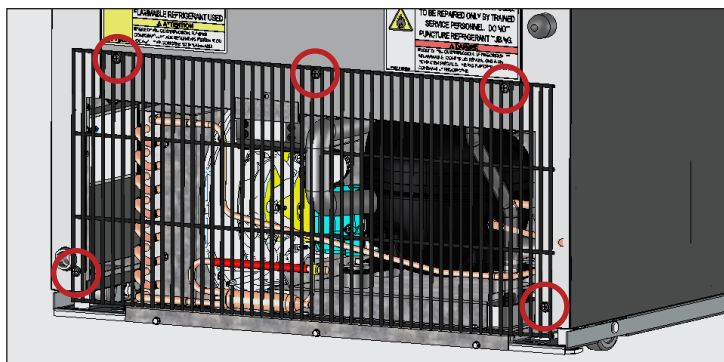

Abb. 1. Positionen der Schrauben des hinteren Gitters bei CVM-11/13. Ihre Anwendung kann sich unterscheiden.
2. Hinteres Gitter entfernen. Siehe Abb. 1 und 2.